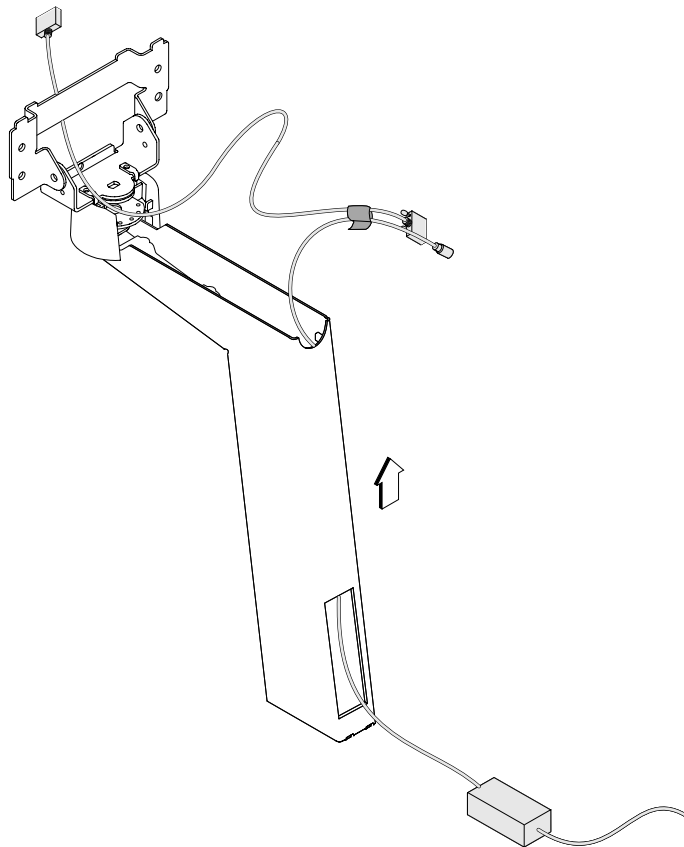

図 17. ビデオ・ケーブルと電源ケーブルの経路指定
4. 分離型脚柱の中を通してビデオ・ケーブルと電源ケーブル接続機構を上の方へ引き出します。図17 を参照してください。